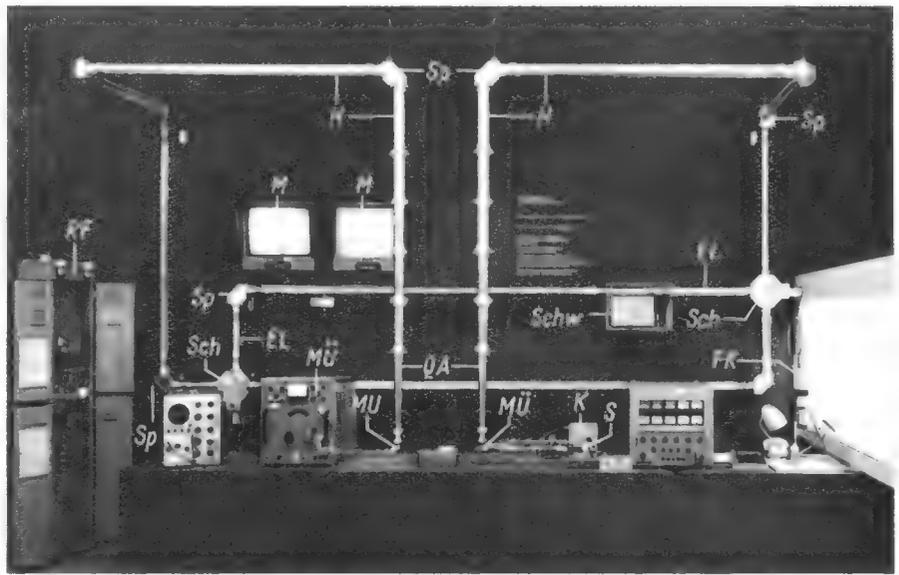

Bild 11. Hohlkabelstudio der Deutschen Bundespost auf der Internationalen Verkehrsausstellung 1965 in München. Erläuterung der Bezeichnungen im Text
Mit der Anlage (Bild 11) wurde auf der Internationalen Verkehrsausstellung in München die Übertragung breitbandiger Signale (Fernsehbild) in dämpfungsarmen Hohlkabeln mit der H_{01} -Welle demonstriert. Als Hohlkabel dienten runde Rohre (H) von 70 mm Innendurchmesser und kleinen mechanischen Toleranzen, die aus einer Aluminiumlegierung bestanden. Zur Verringerung der Störmodenamplitude hatten die Al-Rohre an der inneren Wand einen dünnen dielektrischen Belag von etwa $50 \mu\text{m}$ Stärke mit einer Dielektrizitätskonstanten von $\epsilon \approx 3$ und einem dielektrischen Verlustwinkel von $\tan \delta \approx 10^{-1}$.